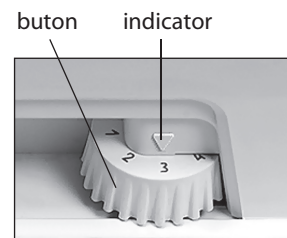

Figura 3 — Reglarea temperaturii
1.4 Elementul de reglare a temperaturii din frigider, în conformitate cu Figura 3 este butonul de reglare a temperaturii (numit în continuare - buton), care se află sub masca frigiderului. Butonul se rotește în sensul acelor de ceasornic sau în sensul contrar al acestora și are diviziuni numerice. Diviziunea "1" corespunde celei mai joase setări de temperatură (răcire minimă) în camera frigorifică, diviziunea "7" – celei mai înalte setări de temperatură (răcire maximă). Pentru a regla temperatura, fixați diviziunea butonului sub indicator.
Deschideți ușa frigiderului. La prima conectare este recomandat să fixați sub indicator diviziunea "3" sau "4" a butonului în conformitate cu Figura 3. Închideți ușa.